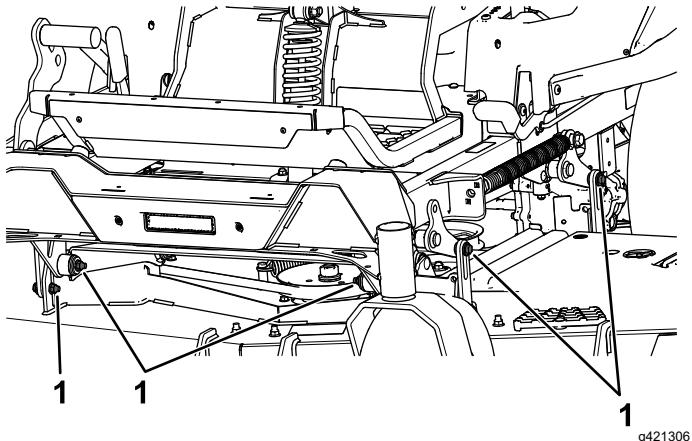

Figura 105
7. Retire y guarde los pernos y las tuercas de ambos lados de la máquina (Figura 105).